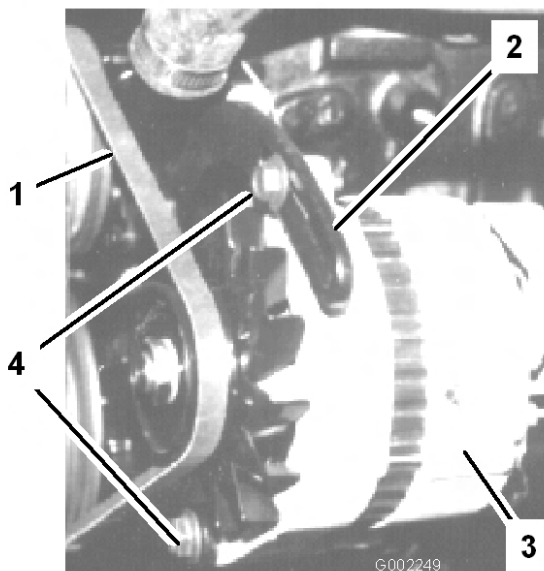

図 56
3. ブレースをエンジンに固定しているボルト、およびオルタネータをブレースに固定しているボルトをゆるめる (図 56)。